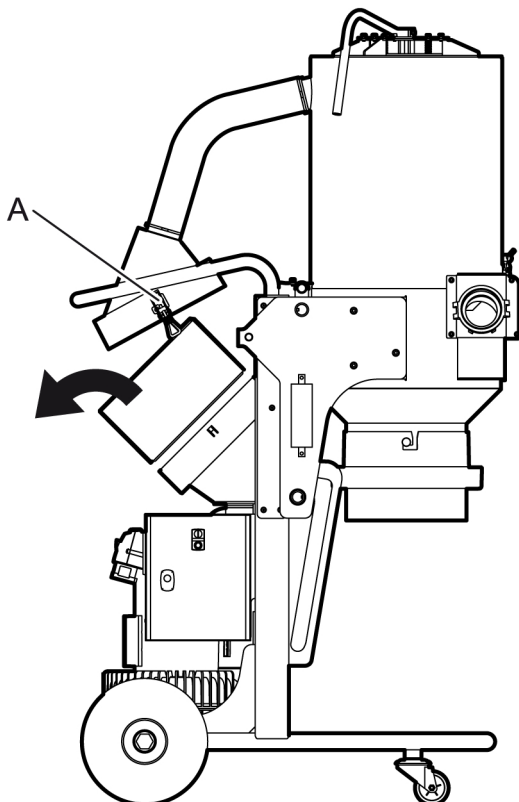

Figure 5-1. Dégager le filtre absolu
1. Libérez les deux verrous rapides (A) qui maintiennent le porte-filtre absolu en place. Laissez le porte-filtre et le flexible pendre, voir *Figure 5-1, page 24*.
2. Dégagez le filtre absolu, voir *Figure 5-1, page 24*.